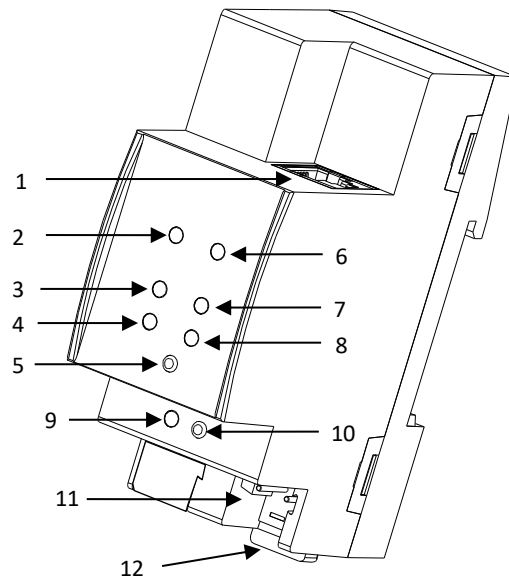

Figura 2 Diagrama de elementos
La Figura 2 muestra un esquema con todos los indicadores led y todas las conexiones necesarias. Este dispositivo no requiere de alimentación externa puesto que se alimenta a través del bus KNX.
Para que el IP Router CL entre en el **modo de programación**, deberá presionarse el botón de programación (10) mostrado en la Figura 2. Después de una breve pulsación, el led de programación (9) se iluminará en rojo.